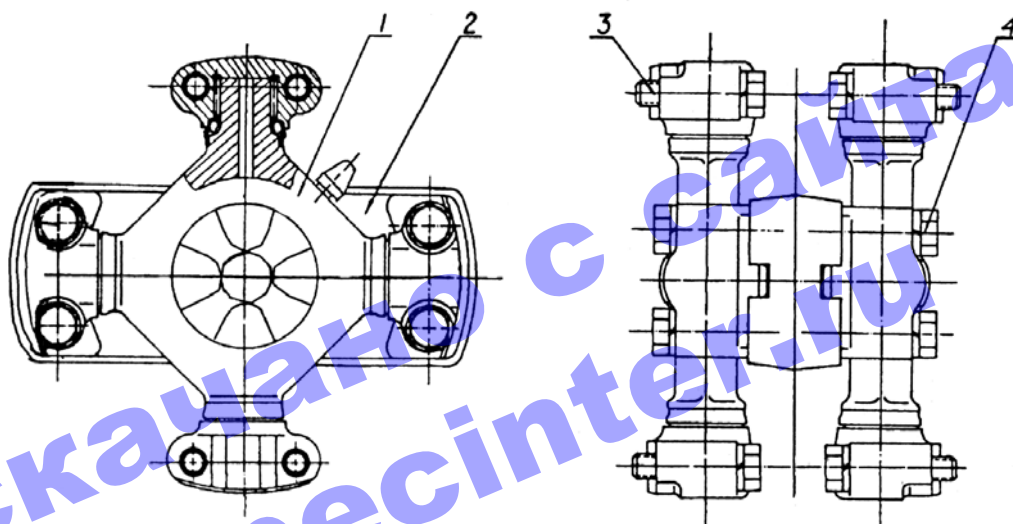

Рис. 5-9.
5.3 Универсальный шарнир (Рис. 5-9)